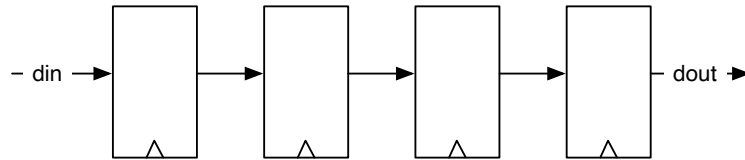

図 6.12: 4段のシフトレジスタ
**shift register(英語)**/ **シフトレジスタ(日本語)** は、順番に接続されたフリップフロップの集合体です。レジスタ(フリップフロップ)の各出力は、次のレジスタの入力に接続されます。図 6.12は、4段のシフトレジスタを示しています。この回路は、クロックティックごとにデータを左から右にシフトします。この単純なもので、回路はdinからdoutまでの4タップ遅延を実装しています。